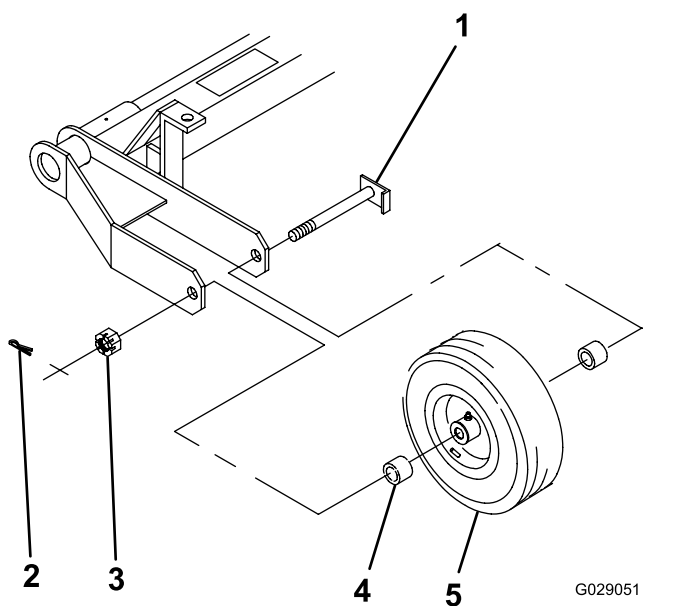

Figura 3
1. Coloque la rueda y 2 espaciadores (1 en cada lado del cubo de la rueda) entre los brazos del bastidor, como se muestra en Figura 3.
2. Introduzca el eje por el bastidor, los espaciadores y la rueda (Figura 3).
3. Enrosque la tuerca almenada sobre el eje (Figura 3) y apriétela con una llave manual a 8 – 20 N·m (75 – 180 pulgadas-libra).
7. Instale la chaveta (Figura 3).